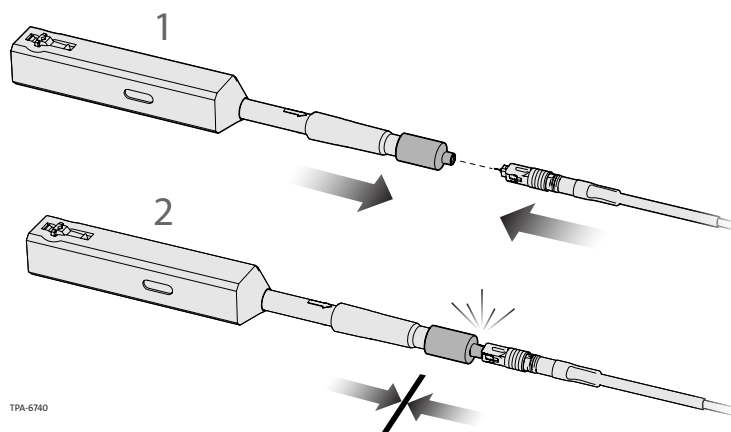

Abbildung 5
**Schritt 5:** Drücken Sie das Reinigungswerkzeug und den Steckverbinder zusammen, bis ein „KLICK“-Geräusch zu hören ist (Abbildung 5).